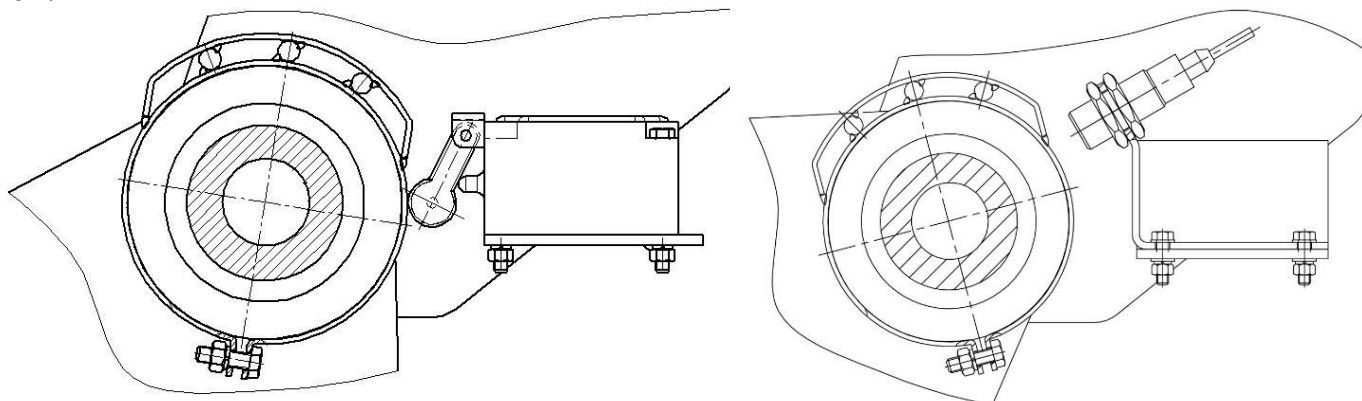

Рис. 6.4.11
4. Поднимите раму до отказа и убедитесь в том, что выключатель отжат и ролик не касается поверхности наклонного выступа кулачка (См. рис. 6.4.11). В транспортном положении выключатель должен быть полностью отжат, а индукционный датчик не должен находиться рядом с выступом.
В транспортном положении (рис. 6.4.11) контакты концевого выключателя замыкаются, отключается электромагнитная муфта привода и останавливается поступление семян из бункера.